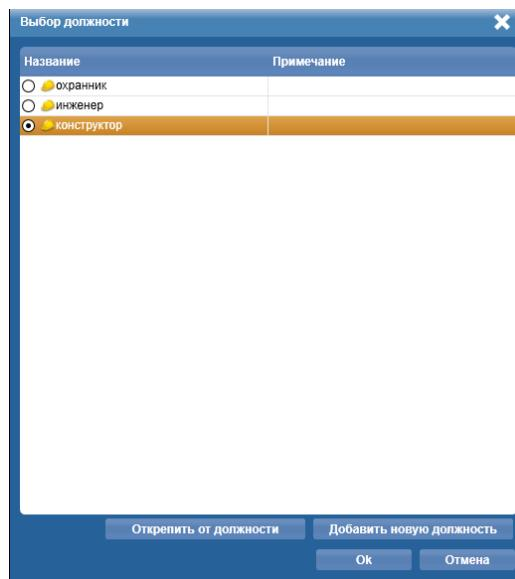

Рисунок 9. Окно выбор должности
- **Должность, Подразделение, График работы** выбираются из списков при переходе по соответствующим ссылкам. При этом в списках для выбора отображаются только данные, созданные в выбранной организации. Эти данные необходимы для возможности вести учет рабочего времени сотрудников. При переходе по ссылке **Нажмите для выбора должности** открывается окно **Выбор должности**, в котором можно выбрать должность сотрудника, открепить от должности, а также добавить новую должность (Рис. 9). Аналогичным образом можно выбрать **Подразделение**. В окне **Выбор графика работы** можно выбрать график работы, а также указать начало действия графика;